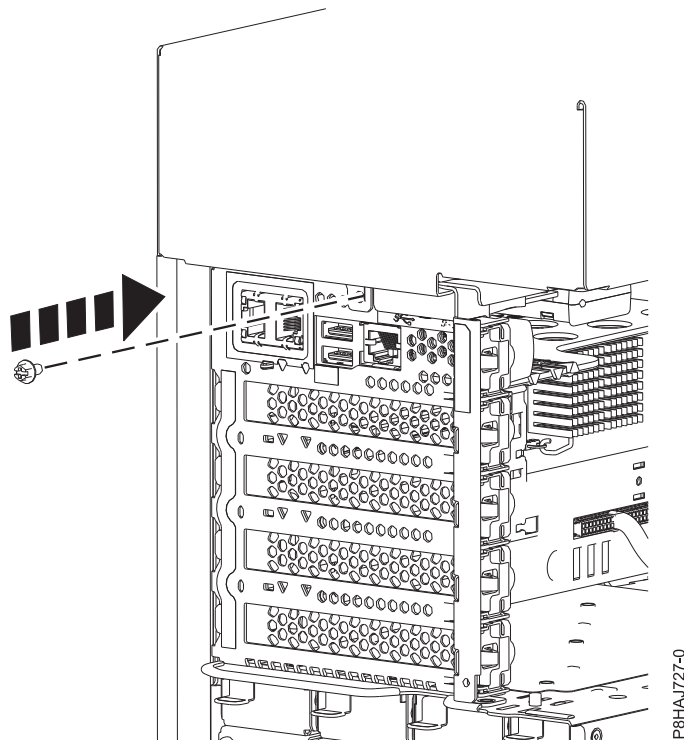

Figura 39. Colocación del tornillo de la cubierta lateral de 8286-41A
5. Ponga el tornillo posterior de la cubierta lateral con un destornillador de estrella, tal como se muestra en la Figura 39 en la página 55.